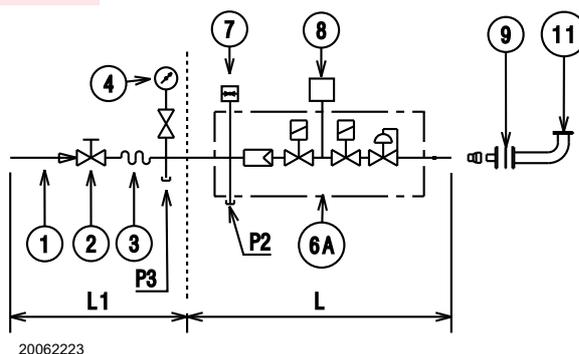
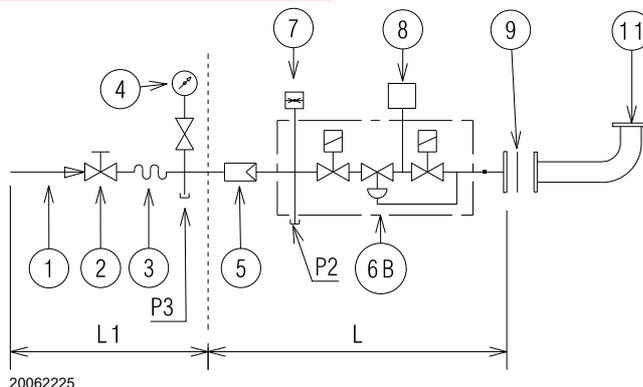
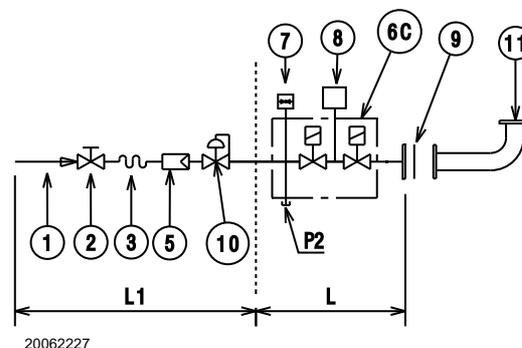
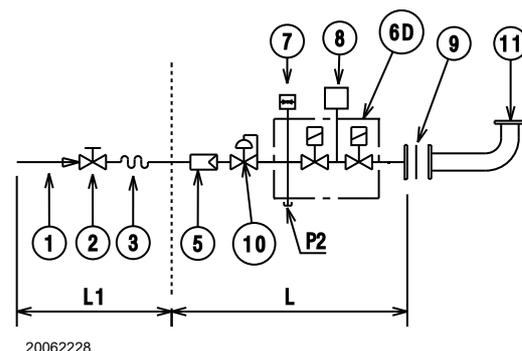

Fig. 23
Fig. 24
Fig. 25
Fig. 26
- Para que la bomba pueda autocebarse, es indispensable aflojar el tornillo 3 de la bomba, véase Fig. 24, para purgar el aire que pueda haber en el tubo de aspiración.
Leyenda (Fig. 23 - Fig. 24 - Fig. 25 - Fig. 26)